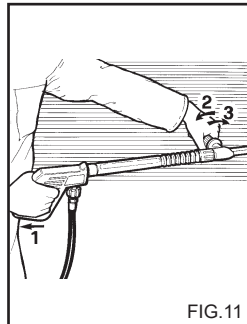

FIG.11
**BRUK AV DUBBELT MUNSTYCKET ELLER STÅLLBART MUNSTYCKSHUVUD. (fig. 11). (Tillbehör)**